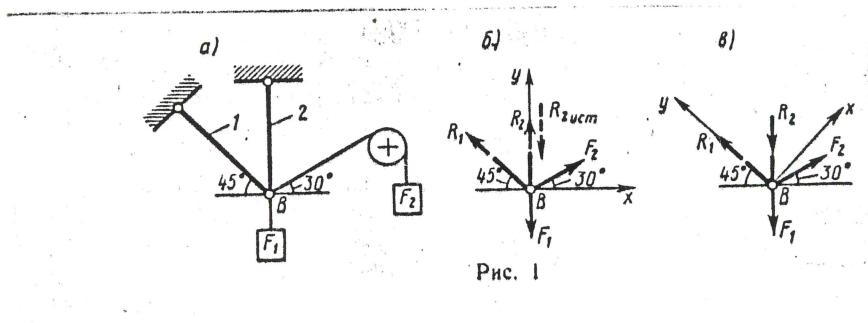

Рис. 1
Знак минус перед значением R_2 указывает на то, что первоначально выбранное направление реакции наверное – следует направить реакцию R_2 в противоположную сторону, т.е. к шарниру В (на рис. 1б истинное направление реакции R_2 показано штриховым вектором).
5. Проверяем правильность полученных результатов, выбрав новое расположение осей координат X и Y (рис. 1в). Относительно этих осей составляем уравнения равновесия: